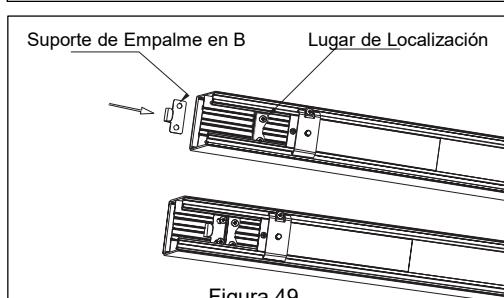

Figura 49
- Desliza el soporte de empalme B en la pieza de localización en las lámparas, luego asegúralo con los tornillos incluidos. *Ver Figura 49.*